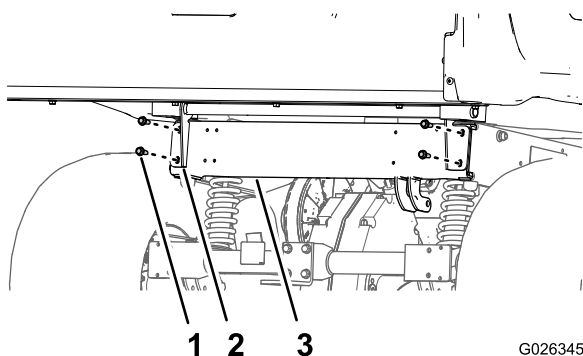

Figura 19
orifícios de montagem da caixa de carga no canal traseiro (Figura 19).
8. Instale os suportes de articulação na estrutura traseira com os 4 parafusos sextavados (3/8 x 1 pol.) que removeu no passo 8 de Máquinas com um elevador de caixa de carga manual (página 3); consulte Figura 19.
3. Cuidadosamente, baixe a caixa de carga até que os orifícios dos suportes de articulação alinhem com os orifícios de montagem da caixa de carga no canal traseiro (Figura 19).
removeu no passo 8 de Máquinas com um elevador de caixa de carga eléctrico (página 5); consulte Figura 19.